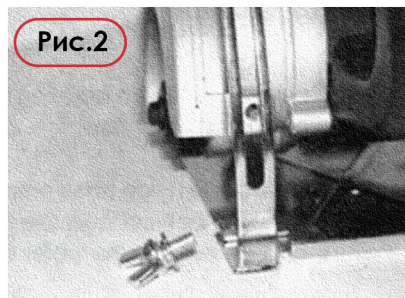

Рис.2
1. Удалите крепежный барашек с направляющей регулировки глубины резки и поднимите до конца двигатель, удерживая на столе опорную плиту пилы. (Рис. 2)